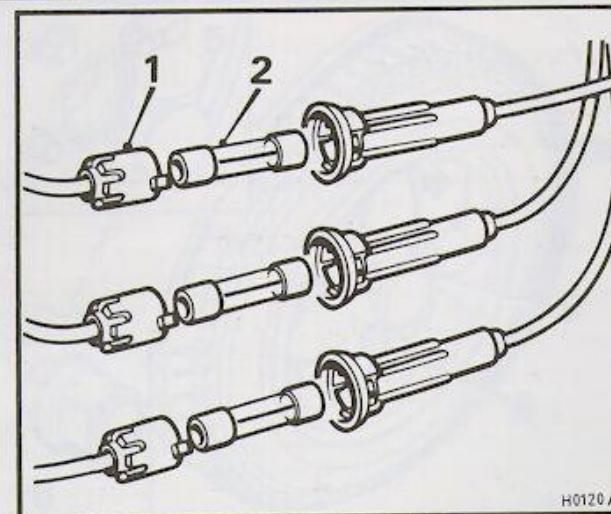

Fig. 2
- I fusibili in linea (Fig. 2) sono montati anch'essi nel vano motore, dietro il filtro dell'aria. Per sostituire un fusibile, tenere ferma un'estremità del tubicino (1), premerlo, girarlo leggermente e sfilare l'altra estremità. Si può così accedere al fusibile (2) per perfezionare la sostituzione.